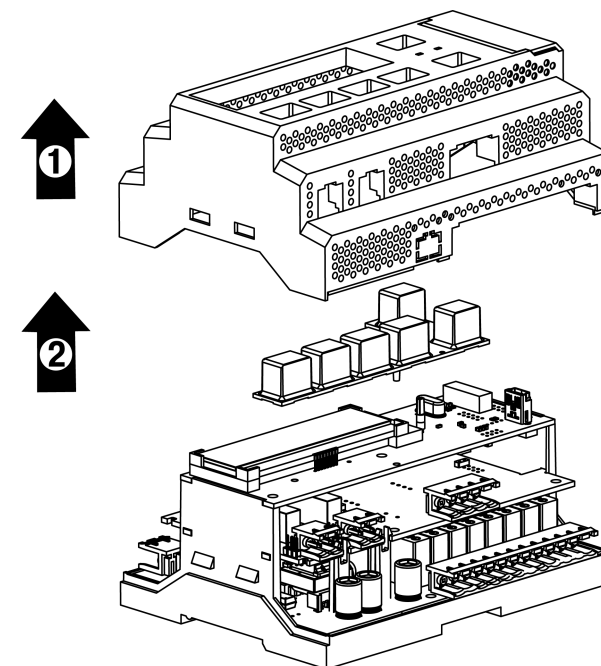

Рисунок 7.5 – Отделение верхней крышки и клавиатуры
4. Снять крышку (см. рисунок 7.5, стрелка 1). Убрать клавиатуру (стрелка 2).